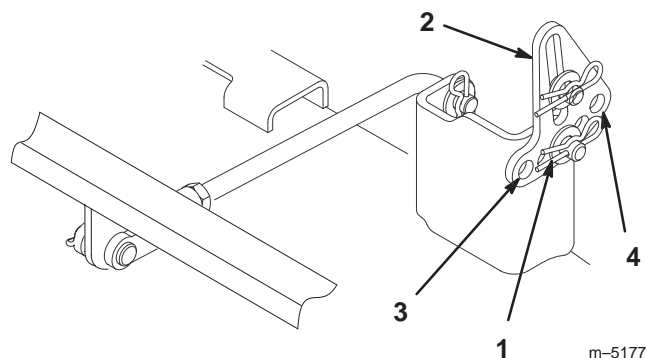

Figure 39
5. Enlevez la goupille fendue et la rondelle de la patte de mise à niveau (Fig. 39). Pour mettre les lames de niveau, fixez les pattes de mise à niveau dans un autre trou à l'aide de la rondelle et de la goupille fendue (Fig. 39). Utilisez un trou plus en avant pour réduire la hauteur de ce côté, ou un trou plus en arrière pour l'augmenter. Réglez les deux côtés selon les besoins.